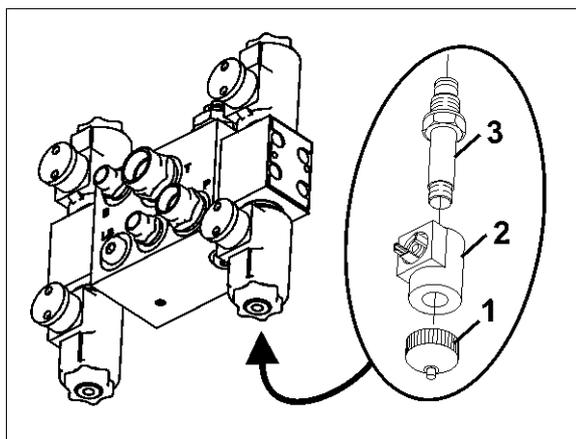

Рис. 175
1. Отверните колпачок электромагнитного клапана (Рис. 175/1).
2. Снимите катушку электромагнитного клапана (Рис. 175/2).
3. Выверните толкатель (Рис. 175/3) с седлами клапана и очистите сжатым воздухом или гидравлическим маслом.